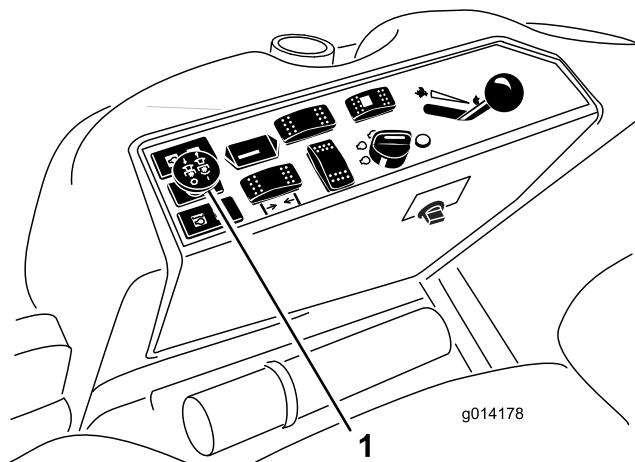

Figura 14
3. Tire del mando de la TDF para engranarla (Figura 14).